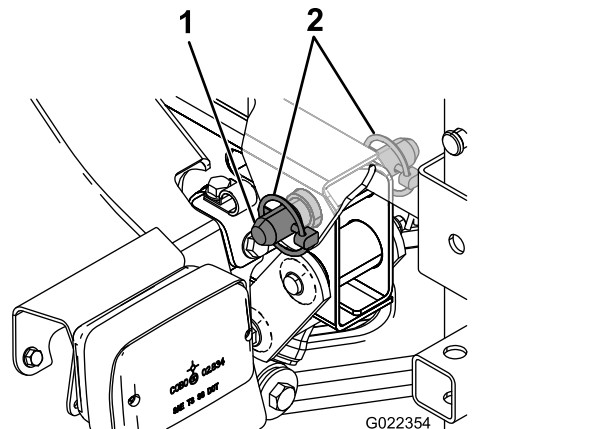

Figura 13
6. Alinee los taladros en las pestañas de giro en la parte trasera del conjunto del patín del depósito con los taladros del tubo de giro de la plataforma, en el extremo del bastidor del vehículo (Figura 13).
7. Instale un pasador cónico y 2 pasadores de seguridad en la pestaña de giro para sujetar el conjunto del depósito al bastidor (Figura 13).